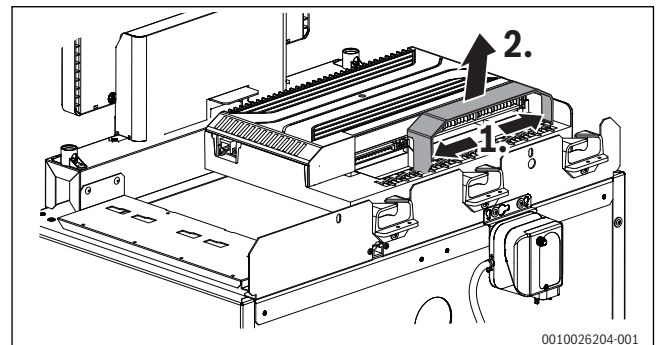

Bild 21 Schutzabdeckung der Anschlüsse abnehmen
- ▶ Gegebenenfalls Schutzabdeckung abnehmen (→ Bild 21).